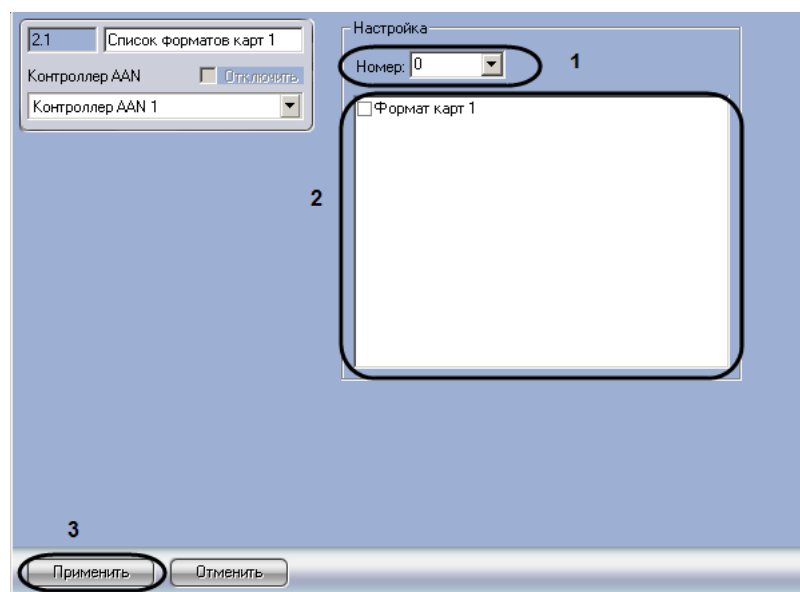

Рис. 3.4-4 Панель настроек объекта Список форматов карт
2. Перейти на панель настроек объекта **Список форматов карт** (Рис. 3.4-4).
3. Из раскрывающегося списка **Номер:** выбрать уникальный номер, присваиваемый данному списку форматов карт доступа (см. Рис. 3.4-4, 1).
4. Установить флажки напротив тех форматов карт доступа, которые необходимо включить в данный список (см. Рис. 3.4-4, 2).
5. Для сохранения изменений нажать кнопку **Применить** (см. Рис. 3.4-4, 2).